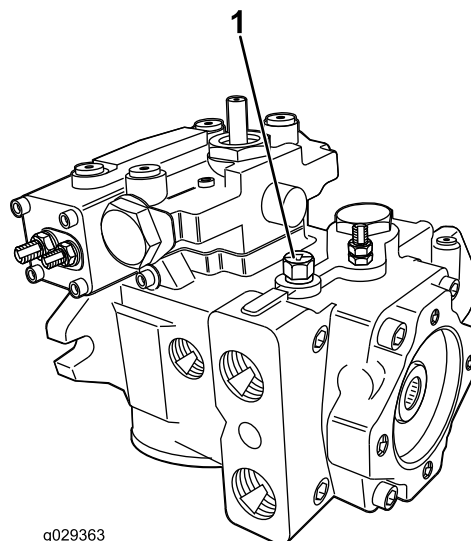

Figure 32
dérivation de transmission en haut de la pompe de transmission, comme montré à la Figure 32.
2. Fermez la vanne de dérivation de transmission (Figure 32).